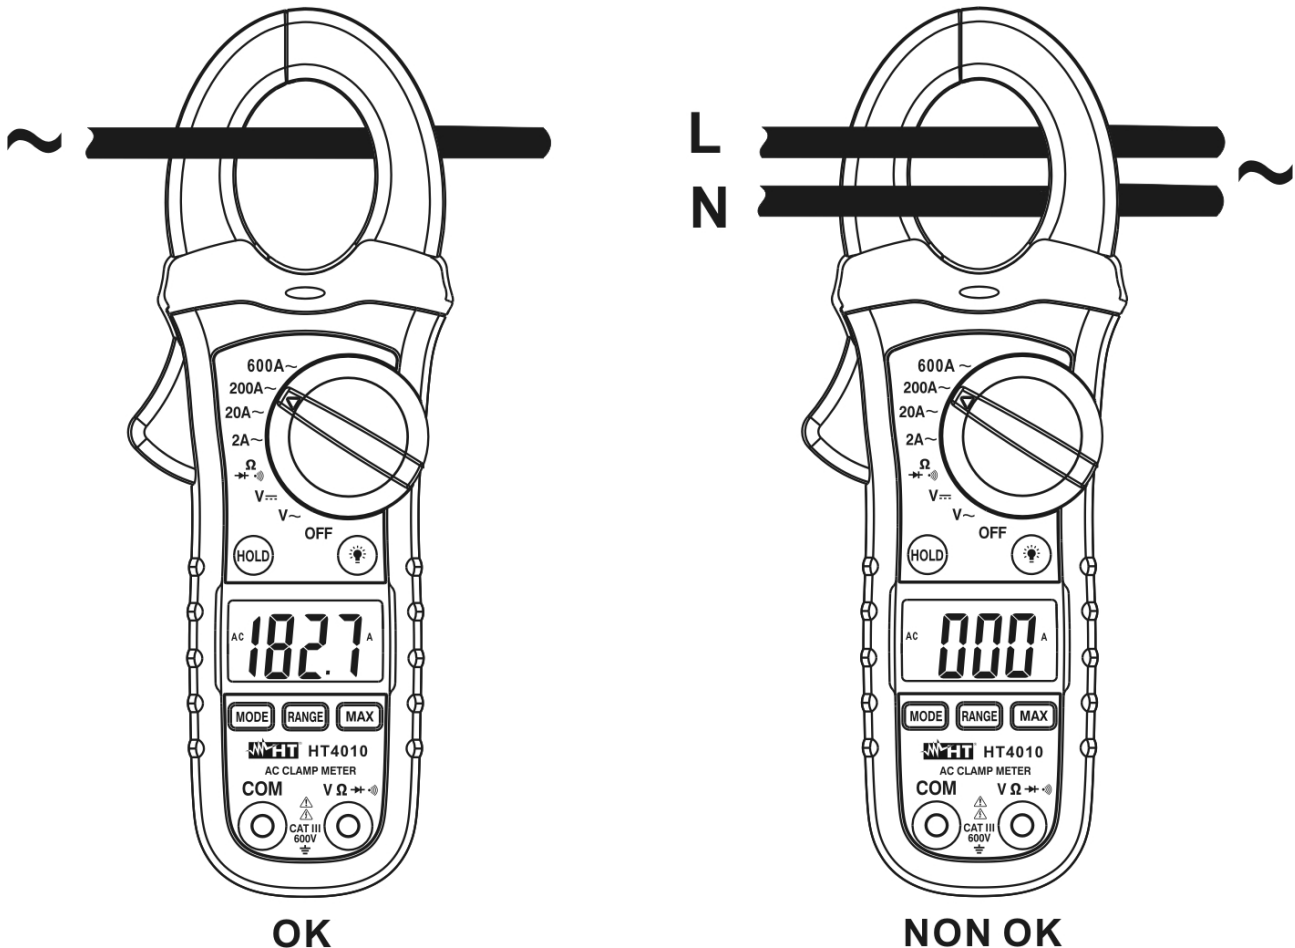

Abb. 4: AC Strommessung
2. Öffnen Sie die Zange und setzen Sie den zu messenden Leiter ins Zentrum der Zangenöffnung (siehe Abb. 4), der gemessene Stromwert wird angezeigt.